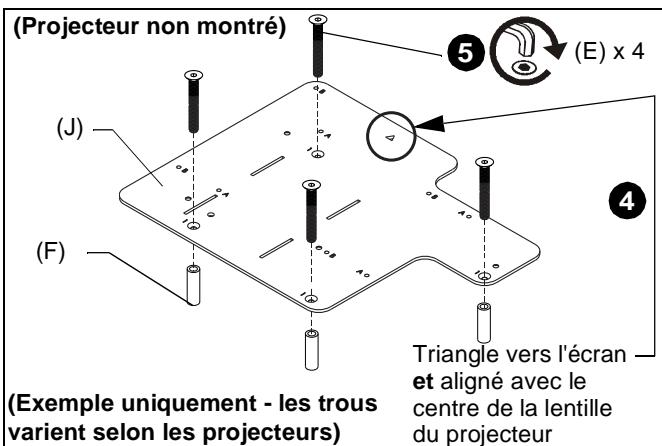
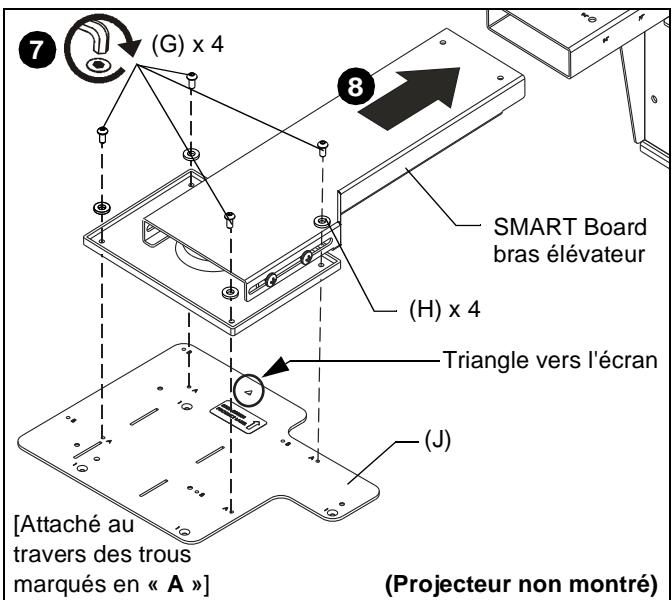

Figure 5
Figure 6
- Placez quatre rondelles (F) sur les insertions filetées au bas du projecteur.
- Placez le support d'interface (J) [avec le marquage « A » et « B » visible] au bas du projecteur, en alignant les trous de montage (marqués en « 1 ») dans le support avec les rondelles et les insertions filetées dans le bas du projecteur, en vous assurant que le triangle du support pointe vers l'écran, et s'aligne avec le centre de la lentille du projecteur. (Voir Figure 5)
- Placez quatre vis à tête plate M4 x 16 mm (E) dans les trous de montage marqués en « 1 » au travers des rondelles (F) et dans les insertions filetées.
- Attachez le support d'interface (J) avec le projecteur attaché à l'extrémité du bras élévateur SMART Board existant au travers des trous de montage marqués en « A » à l'aide de quatre vis à tête plate de M4 x 8mm (G) et quatre rondelles M4 (H). (Voir Figure 6)
- Glissez le bras élévateur SMART Board dans le support SMART board pour corriger l'emplacement de l'extension du bras et de la hauteur en fonction du modèle de projecteur et du modèle de SMART Board, en suivant les renseignements au Tableau 2. (Voir Figure 6)